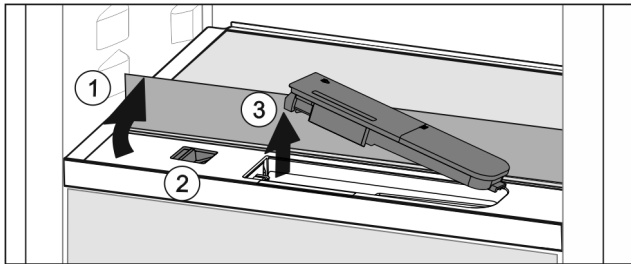

Fig. 127
- ▶ Підняти скляну панель і відкинути до упору назад Fig. 127 (1).
- ▶ Посуньте повзунок Fig. 127 (2) уліво.
- ▶ Вийняти бак для води Fig. 127 (3).